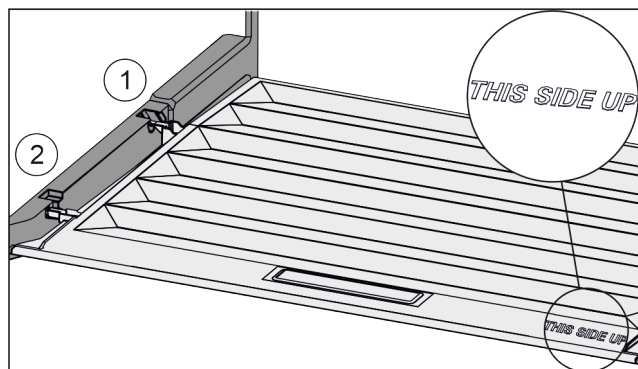

Fig. 102
- ▶ Sätt in lockbygeln över öppningen för den bakre hållaren Fig. 102 (1) och fäst den framtill i hållaren Fig. 102 (2).